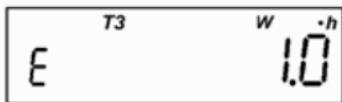

Рисунок 4.6
- количество потребленной энергии (отображаются мнемоникой "W·h"), рисунок 4.6: